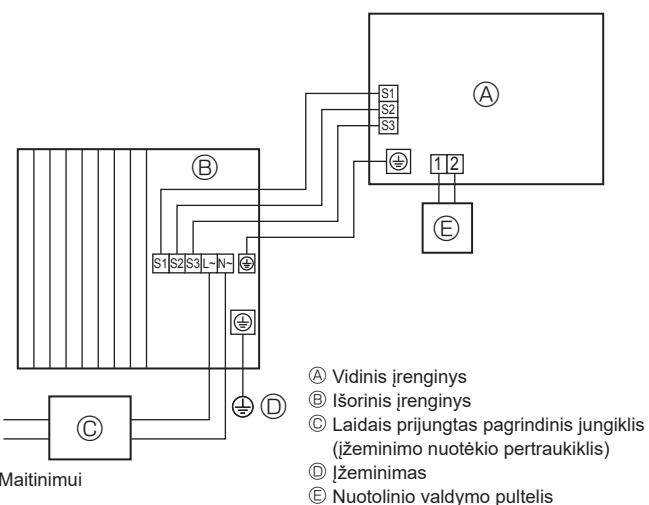
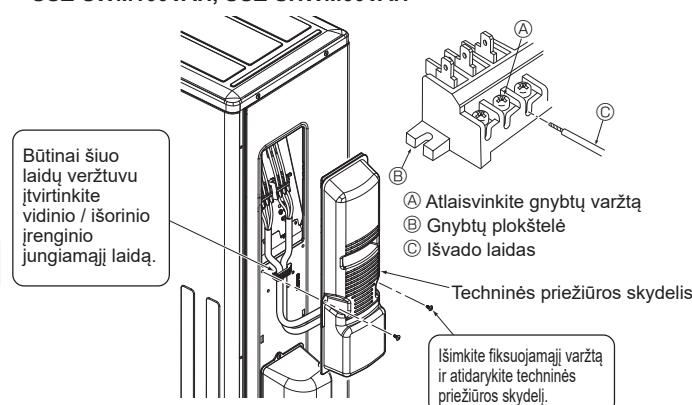

Fig. 6-1
Fig. 6-3
6.1. Išorinis įrenginys (Fig. 6-1, Fig. 6-2, Fig. 6-3)
- ① Nuimkite techninės priežiūros skydelį.
- ② Prijunkite laidus pagal Fig. 6-1, Fig. 6-2 ir Fig. 6-3.